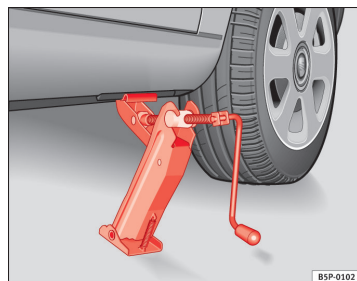

Fig. 158 Sådan sættes donkraften på.
- Stil donkraften således, at dens griber får fat i kanten på panelet, og den bevægelige bundplade står plant på jorden ⇒ Fig. 158.